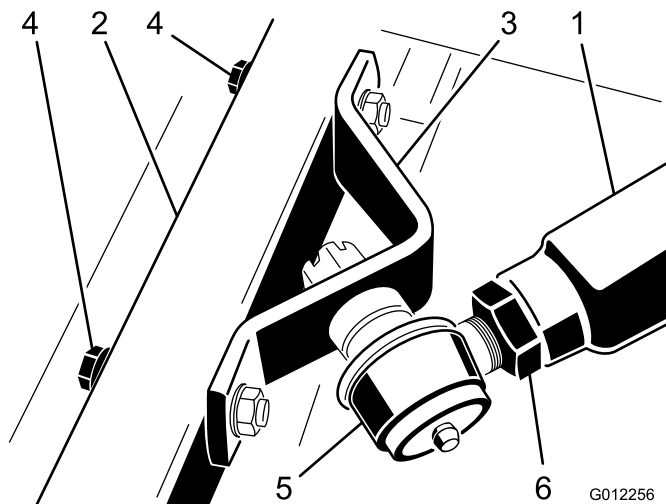

図 20
5. 一人が右側プッシュアームを押さえつけ、もう一人が、ボールジョイントのマウントをカuttingユニットのキャストアームに固定しているキャップスクリュー、平ワッシャ、ロックナットを取り外す（図 20）。外し終わったら、アームを押えていた人は、アームを押さえつけていたちからを慎重にゆっくりとゆるめて45 kgのスプリング圧力を開放する。
3. もう一人に、右側プッシュアームを上からしっかり押し付けてもらっておいて、ボールジョイント・マウントの穴とキャストアームの穴とを整列させる（図 20）。